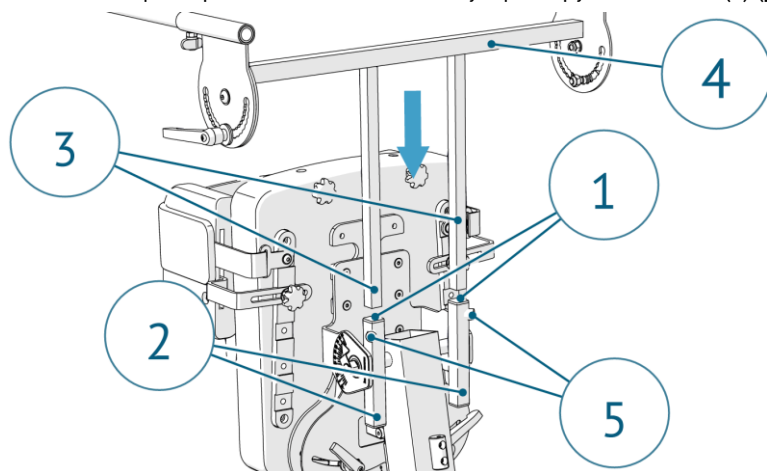

Рисунок 17. Установка стола
Для установки стола необходимо вынуть заглушки (1) из направляющих для стола (2). Затем необходимо установить профили стола (3) в направляющие, установить стол (4) на нужной высоте и зафиксировать его полотно затянув фиксирующие винты (5) (рис.17).